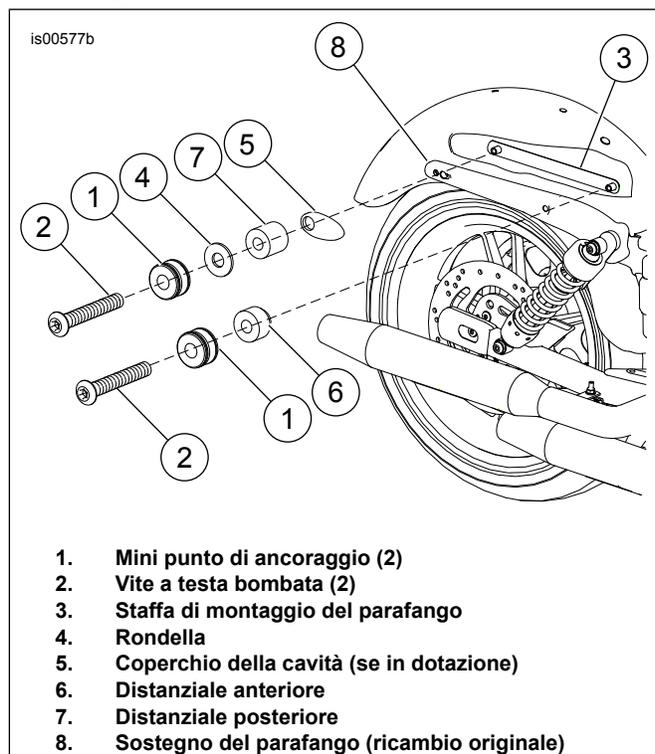

Figura 4. Installare il kit di montaggio parafango (modelli non dotati di accessori rimovibili)
2. Vedere Figura 4. Collocare la nuova staffa di montaggio del parafrangente (3) all'interno del parafrangente in modo che le borchie filettate si inseriscano nei due fori sul parafrangente.